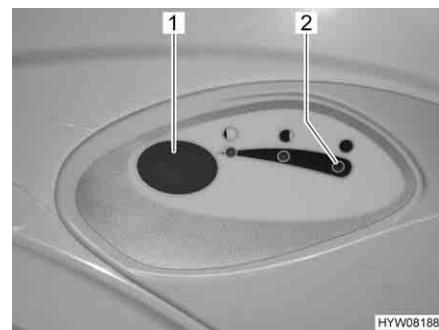

Fig. 114 Pulsante dello sciacquone/spia di controllo toilette Thetford
- Per sciacquare premere il pulsante blu (Fig. 114,1).
La spia di controllo (Fig. 114,2) si accende quando il serbatoio fiscale deve essere svuotato.